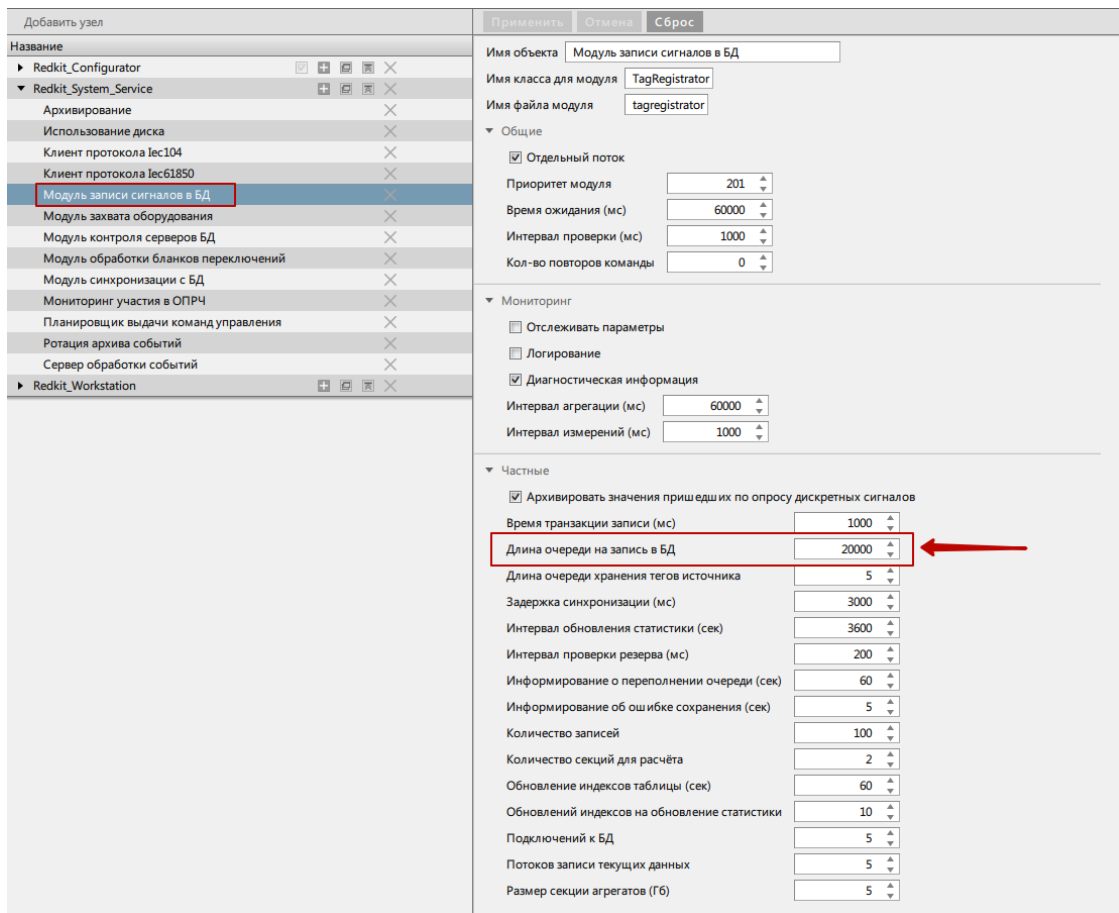

Рисунок 341 - Увеличение длины очереди тегов
7. На этой же вкладке в сервисных узлах (*Redkit_System_Service* или *Redkit_Master* и *Redkit_Slave*, в зависимости от типа конфигурации) выберите **Модуль записи сигналов в БД**, найдите строку «Длина очереди на запись в БД» и увеличьте текущее значение до 20 000 тегов (Рисунок 341). Для сохранения изменений нажмите **Применить**.